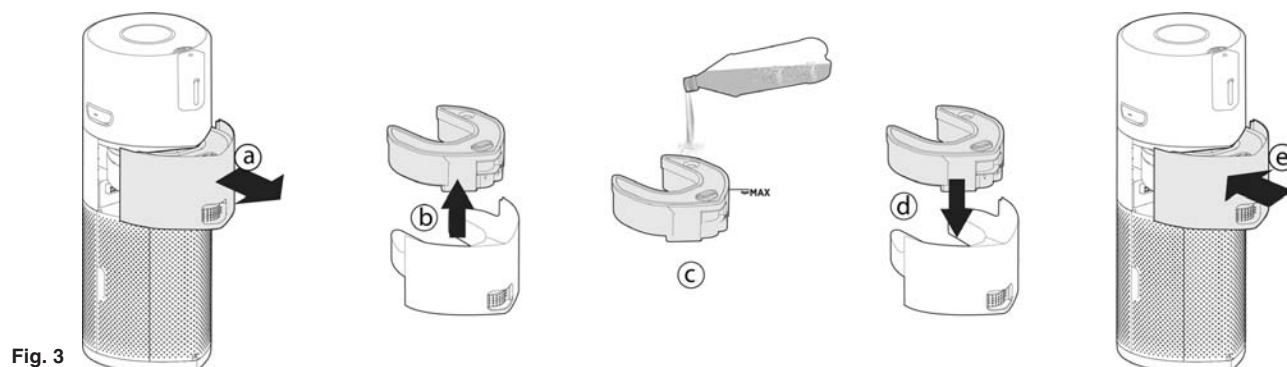

Fig. 3
3. Fyld luftfugtertanken [Fig. 3]